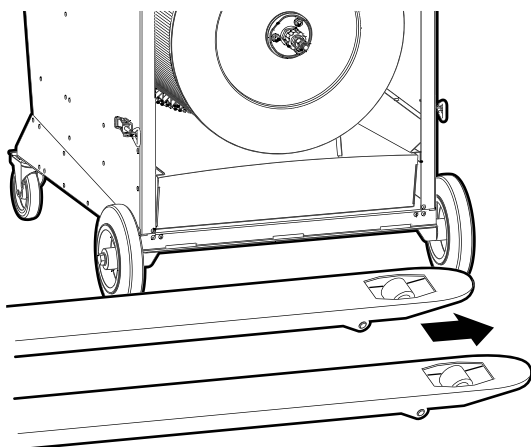
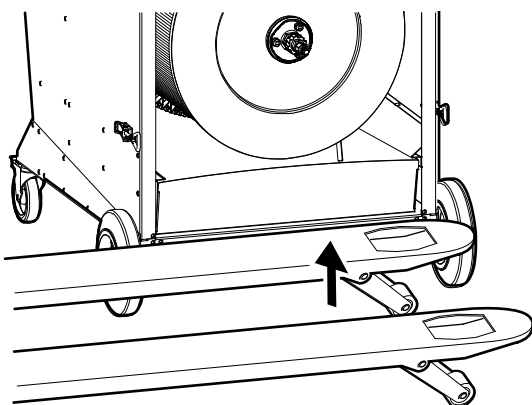

Fig. 32
Fig. 33
3. Bei Bedarf eine geeignete Abstellfläche auf Höhe des Staubsammelbehälters verwenden, beispielsweise einen Hubwagen, siehe **Fig. 32** und **Fig. 33**.